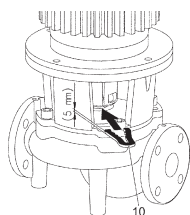

Fig. 13: Montāžas dakšas pielikšana
10. Starp starpkorpusu un savienojuma elementu iebīdīet montāžas dakšu (Fig. 13, 10. poz.). Montāžas dakšai jābūt stabili nofiksētai.
13. Starp starpkorpusu un savienojuma elementu iebīdīt montāžas dakšu (Fig. 13, 10. poz.). Montāžas dakšai jābūt stabili nofiksētai.